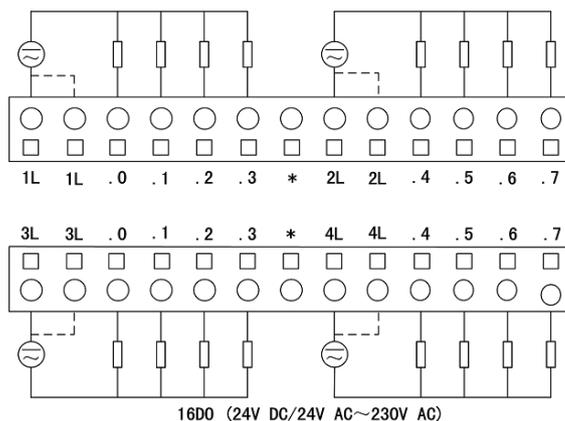

图3.1.9 LM3223端子定义与接线
- 输出通道 (DO) 的1L、2L、3L、4L分别为四组输出的负载驱动电源端端子, 可以是直流供电, 也可以是交流供电;
- mL (m=1、2、3、4) 之间在电路板内部是相连的 (图3.1.9中以虚线表示);